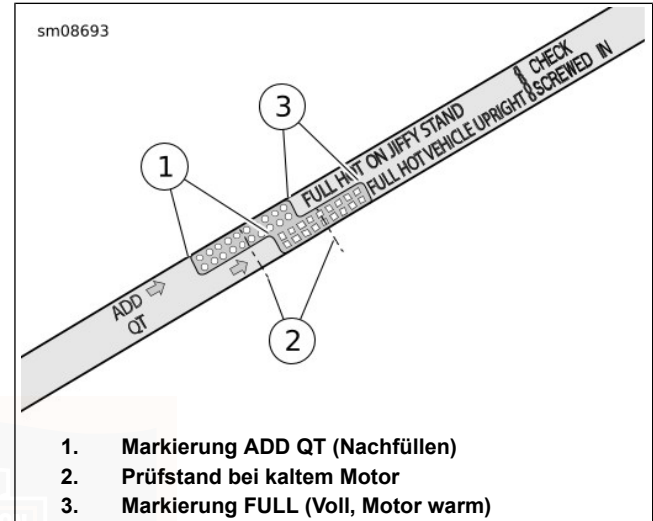

Abbildung 63. Motorölmessstab
Siehe Abbildung 63. Bei der Prüfung des Ölstands die Anzeige FULL HOT VEHICLE UPRIGHT (Voll, heiß, Fahrzeug aufrecht) verwenden.
3. Siehe Abbildung 63. Einfüllverschlussstopfen/Ölmesstab entfernen. Unter Verwendung der Anzeige FULL HOT VEHICLE UPRIGHT (Voll, heiß, Fahrzeug aufrecht) auf dem Ölmesstab den Ölstand prüfen. Der korrekte Ölstand sollte auf halbem Wege (2) zwischen den Markierungen ADD QT (Nachfüllen) und FULL HOT (Voll, heiß) auf dem Ölmesstab stehen.
6. Ölstand prüfen. Nur so viel Öl nachfüllen, um den Füllstand zwischen die Ölmesstab-Markierungen ADD QT (1) und FULL HOT (3) zu bringen.
4. Siehe Abbildung 63. Einfüllverschlussstopfen/Ölmesstab entfernen. Unter Verwendung der Anzeige FULL HOT VEHICLE UPRIGHT (Voll, heiß, Fahrzeug aufrecht) auf dem Ölmesstab den Ölstand prüfen. Der Füllstand muss zwischen den Markierungen ADD QT (1) (Nachfüllen) und FULL HOT (3) (Voll, heiß) liegen. Nur so viel Öl nachfüllen, dass der Ölstand die Markierung FULL HOT (Voll, heiß) des Ölmesstabs erreicht. Nicht zu viel einfüllen.